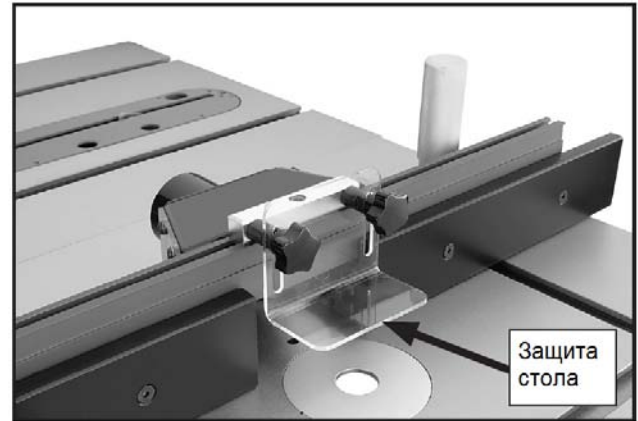

Рис. 11: Прикрепленная защита стола.
12. Прикрепите пластиковую защиту стола к защитной скобе при помощи двух звездообразных ручек, см. рис. 11.